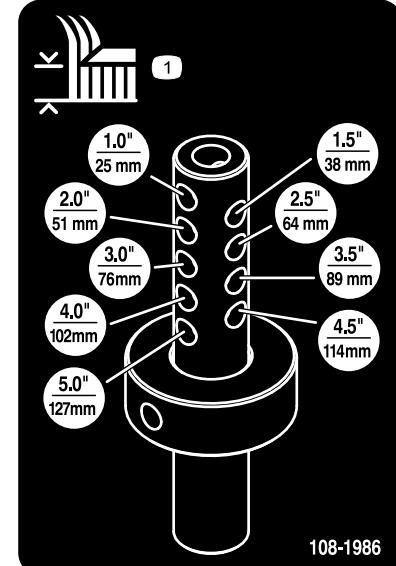

Figura 10
- Alinee el collar de ajuste de la altura de corte con los taladros de ajuste de la altura de corte deseados de la varilla de ajuste de la altura de corte (Figura 10).